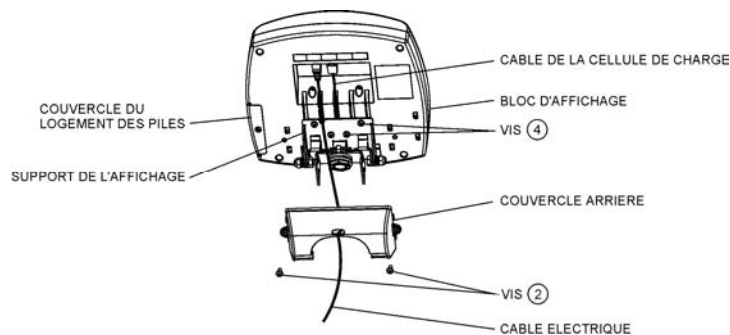

Figure 2
13. Tournez vous le support de l'affichage 90° puis position le bloc d'affichage proche de l'appui de l'affichage. Branchez le connecteur du câble de la cellule de charge dans le port de la cellule de charge à l'arrière de l'écran, puis insérez et fixez le câble dans le conduit central de l'écran. Consultez la Figure 2 pour une illustration.
16. Fixez le support d'adaptation à la main courante centrale à l'aide de deux (2) vis à tôle N°8 x 1/2, puis serrez-les.
17. Connectez l'adaptateur électrique au port d'alimentation de l'écran, puis insérez et rangez le câble dans la partie découverte du deuxième conduit à gauche à l'arrière de l'écran (cf. Figure 2 ci-dessus). Maintenez le cordon en place par la rainure de fixation sur le panneau arrière et alignez les grandes languettes du panneau arrière avec les fentes à l'arrière du module d'affichage. Appliquez une légère pression pour que le panneau s'enclenche et fixez-le à l'aide de 2 vis cruciformes à tête cylindrique M4. **Ne branchez pas la balance à une source électrique avant d'avoir complètement achevé l'assemblage de la balance.**